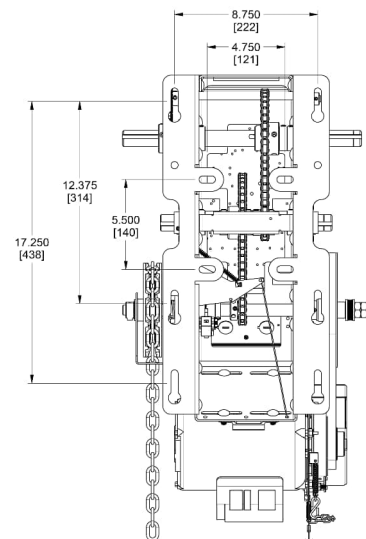

Figura 6 - Agujeros de montaje MSJ
2. Localizar los 4 agujeros de montaje (Figura 6).